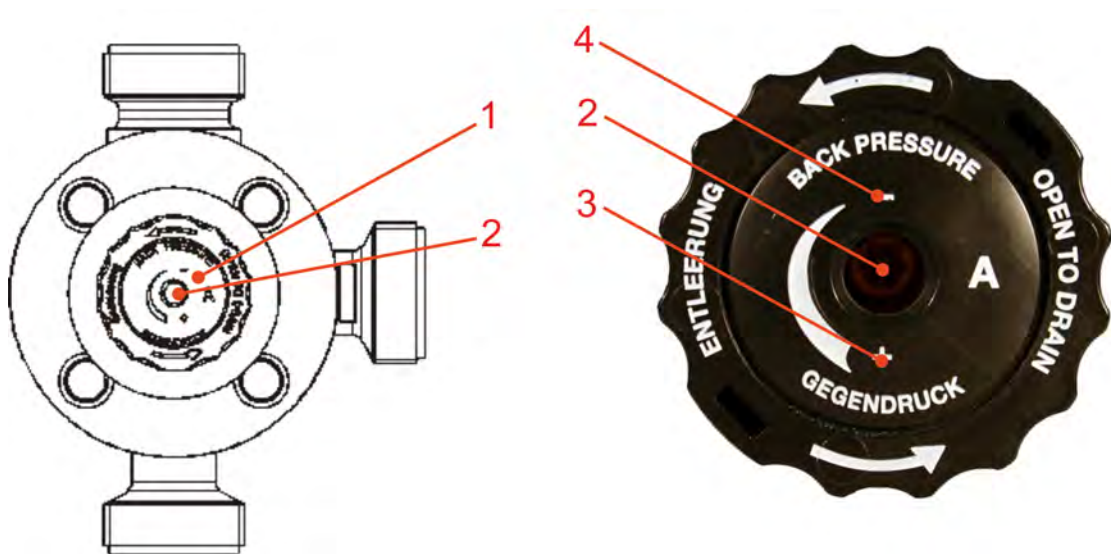

Fig. 8 : Réglage de la fonction du maintien de la pression (contre-pression)
| 1 | Entrée de la soupape (de la pompe doseuse) | 5 | Côté maintien de la pression: vidage (bouton de réglage « A »), Fig. 8 |
- ➔ Diminuer ou augmenter progressivement la valeur de base ajustée en tournant respectivement le bouton rotatif « A » (Fig. 8 , pos. 2) avec une clé pour vis à six pans creux (INBUS, ouverture : S5) dans le sens des aiguilles d'une montre ou dans le sens inverse.